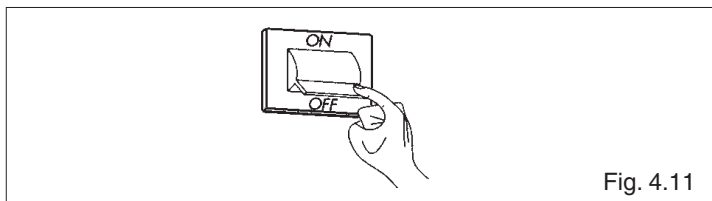

Fig. 4.11
- verificare inoltre il corretto funzionamento del circolatore (fig. 4.11).